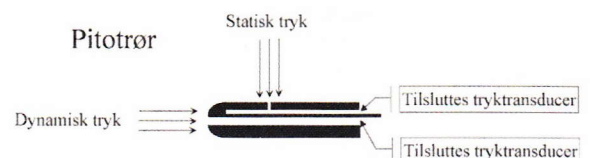

Fig. 1
fig. 1. Trykforskellen mellem det dynamiske og det statiske tryk benyttes til at vise den sande flyvefart (TAS). De to tryk føres via luftslanger til en tryktransducer, som måler forskellen, og hvor elektronik digitaliserer signalet, så det kan overføres i sand tid via dataforbindelsen til piloten på jorden. Hvis hastigheden i forhold til jorden (GS) ønskes målt, gøres dette med Jetis GPS modtager, som blev beskrevet i sidste nummer af Modelflyvenyt.